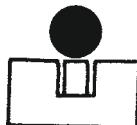

Рис. 2.
8.9.1. Изобразите на листе белой бумаги черный круг, прицельтесь в соответствии со схемой, изображенной на рис. 2, и сделайте несколько выстрелов.